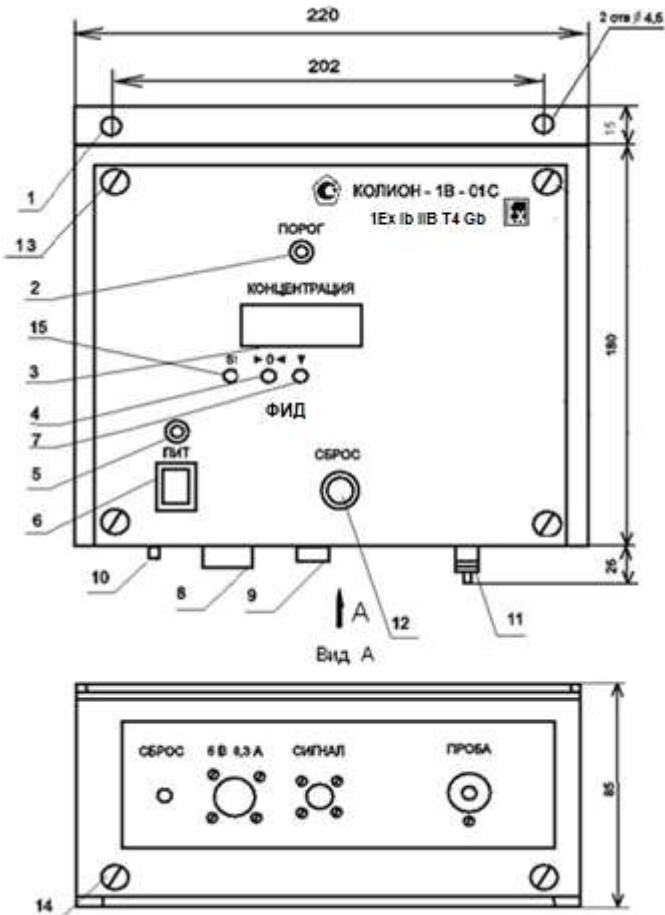

Рис. 1
- поверните фильтр (7) против часовой стрелки и извлеките фильтр из держателя;
3.5.1. Если после отсоединения фильтра противопоылевого (7) надпись не исчезнет, проверьте питание микронасоса. Для доступа к
микронасосу выключите тумблер ПИТ (6) БИ (см. рис. 1), выключите БПВС, отсоединив его от сети, отверните два верхних винта (13) на передней панели и два винта (14) на нижней панели БИ (см. рис. 1), снимите сборку передней и нижней панелей. Если неисправности в питании микронасоса не обнаружено, замените микронасос.